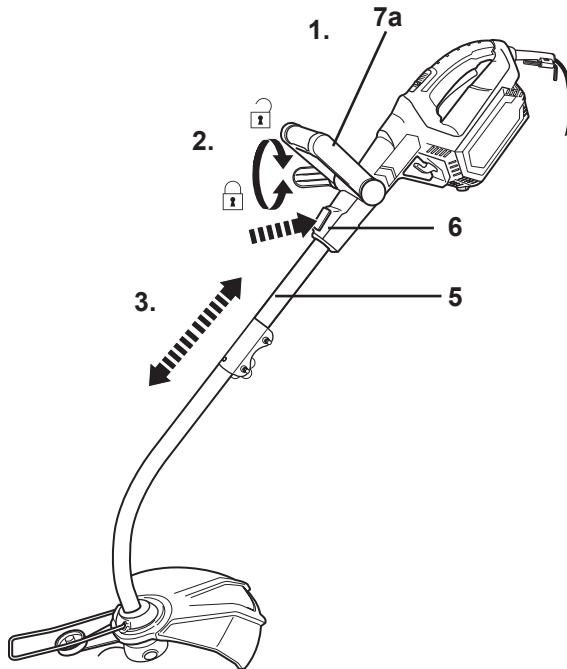

Fig. 16
1. Afloje desbloqueo rápido (7a) en el sentido contrario de las agujas del reloj (Fig. 16, paso 1).
2. Apriete el botón de bloqueo (6) y manténgalo en esa posición (Fig. 16, paso 2).
3. Ajuste el tubo telescópico (5) a la posición deseada (Fig. 16, paso 3).
4. Suelte el botón de bloqueo (6). Asegúrese de que encaja en la posición correcta.
5. Apriete el desbloqueo rápido (7a) en el sentido de las agujas del reloj (Fig. 16, paso 1).